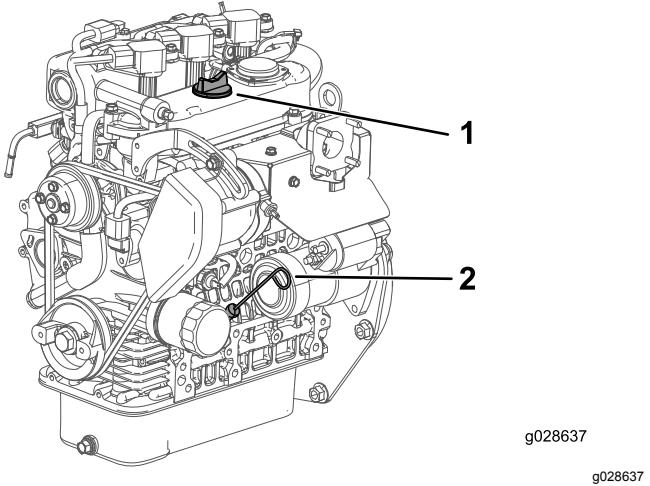

Figura 35
4. Retire la varilla y límpielas con un paño limpio (Figura 35).
5. Inserte la varilla en el tubo y asegúrese de que entre a fondo (Figura 35).
6. Retire la varilla y compruebe el nivel de aceite (Figura 35).
7. Si el nivel de aceite es bajo, retire el tapón de llenado (Figura 35) y añada suficiente aceite para elevar el nivel a la marca Lleno de la varilla.
8. Coloque la varilla firmemente (Figura 35).